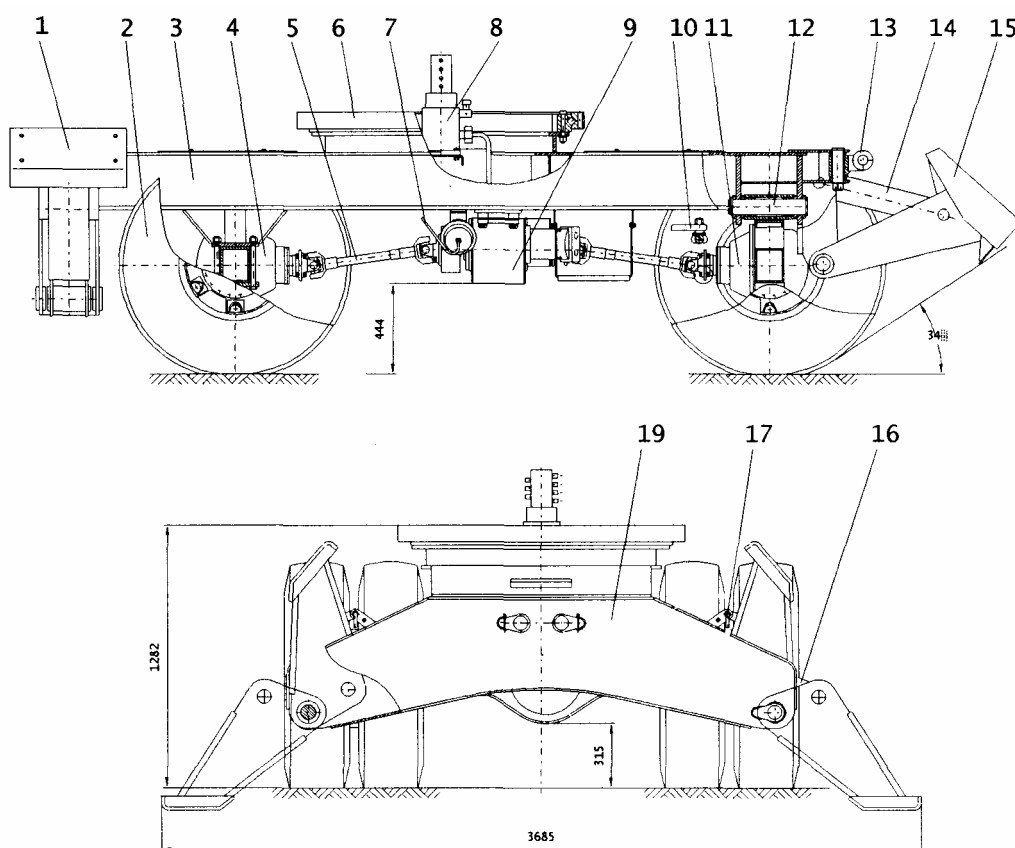

Рис. 17 Пневмоколёсное ходовое устройство
1. ПНЕВМОКОЛЕСНОЕ ХОДОВОЕ УСТРОЙСТВО (рис. 17)